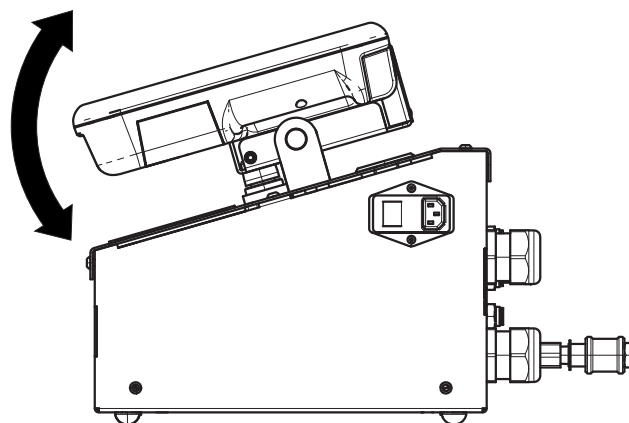

FIG. 13
2. Justera vinkeln på ADM för bättre visning. Se FIG. 13.